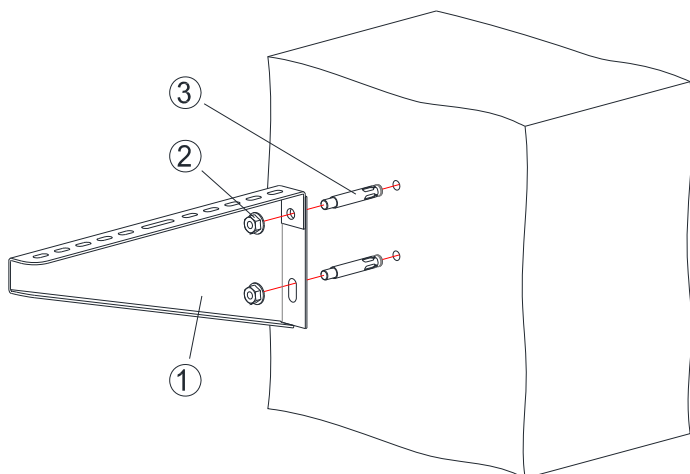
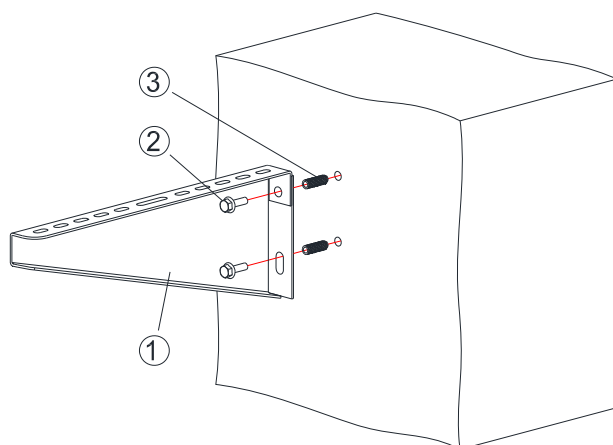

Рисунок 47
Рисунок 48
8.2.2 Закрепить кронштейн настенный на стене. Крепление произвести либо при помощи двух болтов анкерных (рисунок 47), либо при помощи двух комплектов (рисунок 48), каждый из которых состоит из анкера стального (латунного), болта и шайбы плоской. Типоразмер подбирается исходя из предполагаемой нагрузки на кронштейн.